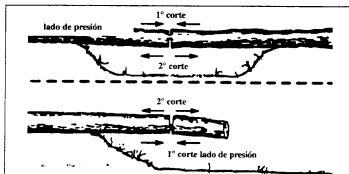

Figura 24
- Prestar especial atención a los troncos que se encuentran bajo esfuerzo con el fin de impedir que la sierra que atrapada. Hacer el primer corte en el lado de presión para quitar esfuerzo del tronco. Figura 24.